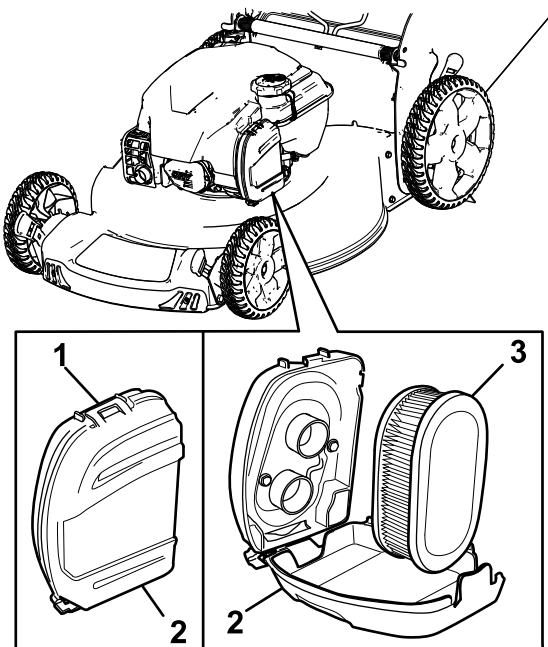

Figure 20
- Déclipsez le haut du couvercle du filtre à air (Figure 20).
- Déposez le filtre à air (Figure 20).